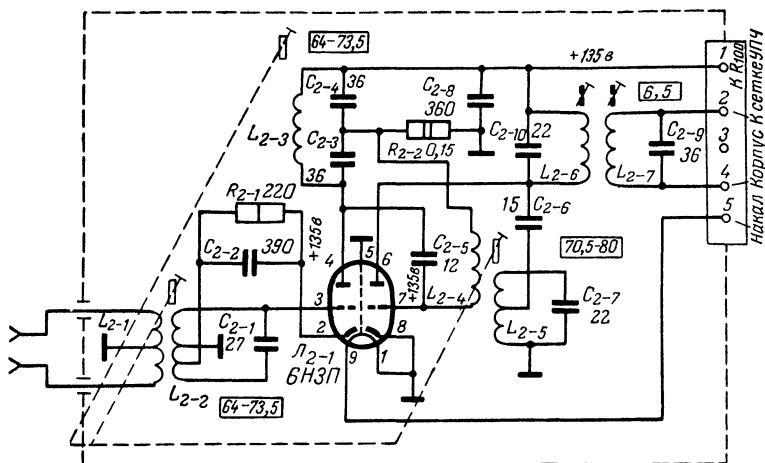

Рис. 10. Принципиальная схема блока УКВ ЧМ.
**Блок УКВ ЧМ вещания.** При переходе на прием ЧМ передач все необходимые коммутации осуществляются переключателем рода работ «Телевидение-ЧМ». Для приема широкополосных радиостанций, работающих в диапазоне УКВ с частотной модуляцией, используется унифицированная приставка (рис. 10) на лампе  $L_{2-1}$ . Левый триод лампы  $L_{2-1}$  работает усилителем высокой частоты, правый — преобразователем.